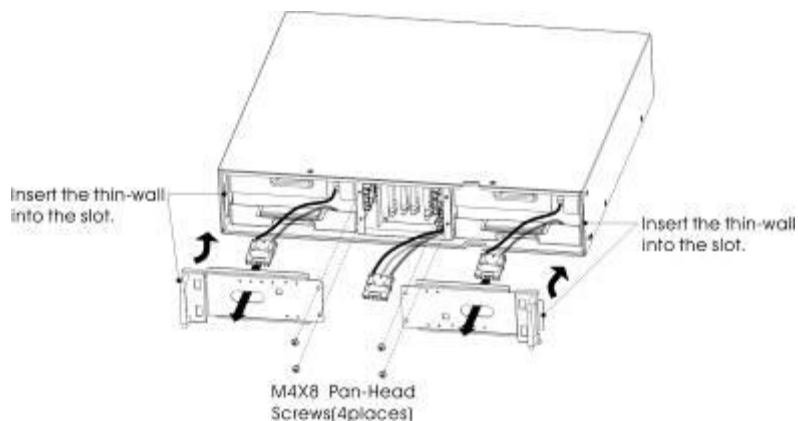

Abb. 28: Installation des Batteriepacks
5. Halten Sie das neue Batteriepack in der Mitte und schieben Sie es in das Batteriefach. Stellen Sie sicher, dass das Batteriepack vollständig eingeschoben ist, bevor Sie die Blechabdeckungen wieder montieren. Wie in Abb. 28 gezeigt. Dann können Sie die Verbindungskabel zur USV wieder anschließen und die Frontabdeckung montieren.